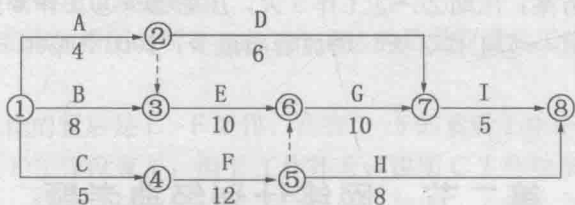

图 1-8
1. 原网络计划关键线路是①→③→⑥→⑦→⑧；计划工期=33 个月=合同工期，满足要求，如图 1-8 所示。